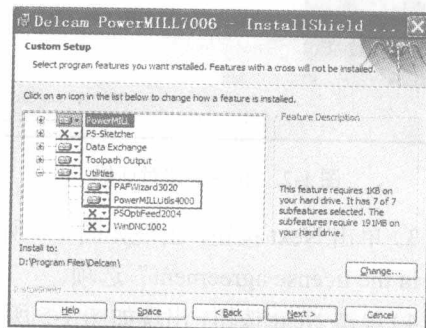

图 1-8 用户自定义对话框
(7) 接下来出现如图 1-8 所示对话框，在对话框内选取 Utilities 栏内的“PAFWizard3020（授权检测向导模块）”和“PowerMILLUtils4000（编程清单模块）”选项。